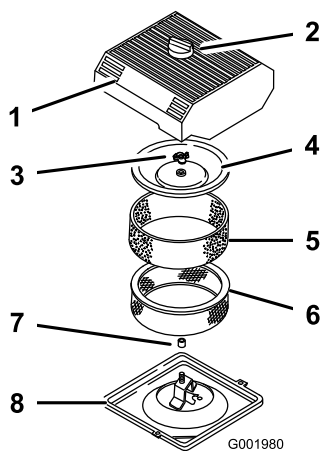

Figura 46
3. Limpie alrededor del limpiador de aire de forma que la suciedad no penetre en el motor y cause daños (Figura 46).
- Afloje el pomo de la tapa del limpiador de aire y retire la tapa (Figura 46).
- Deslice cuidadosamente el filtro de gomaespuma para separarlo del filtro de papel (Figura 46).
- Desenrosque la tuerca de la tapa y retire la tapa y el filtro de papel (Figura 46).
- Deslice cuidadosamente el filtro de gomaespuma sobre el filtro de papel (Figura 46).
3. Coloque la tuerca de la tapa con la presión de los dedos solamente contra la tapa (Figura 46).
4. Instale la tapa del limpiador de aire y el pomo (Figura 46).